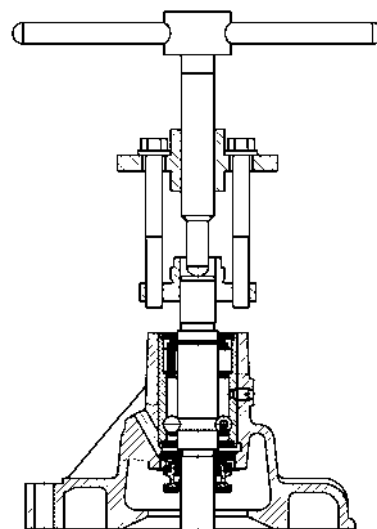

Рис.90. Снятие ступицы
- с помощью специального приспособления снять ступицу шкива насоса (рис.90);